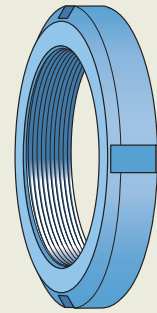

Fig. 2
- tienen cuatro ranuras equidistantes entre sí alrededor de su circunferencia para soportar una llave de gancho o de impacto (**fig. 2**).
- tienen cuatro ranuras equidistantes entre sí alrededor de su circunferencia para soportar una llave de gancho o de impacto (**fig. 2**)